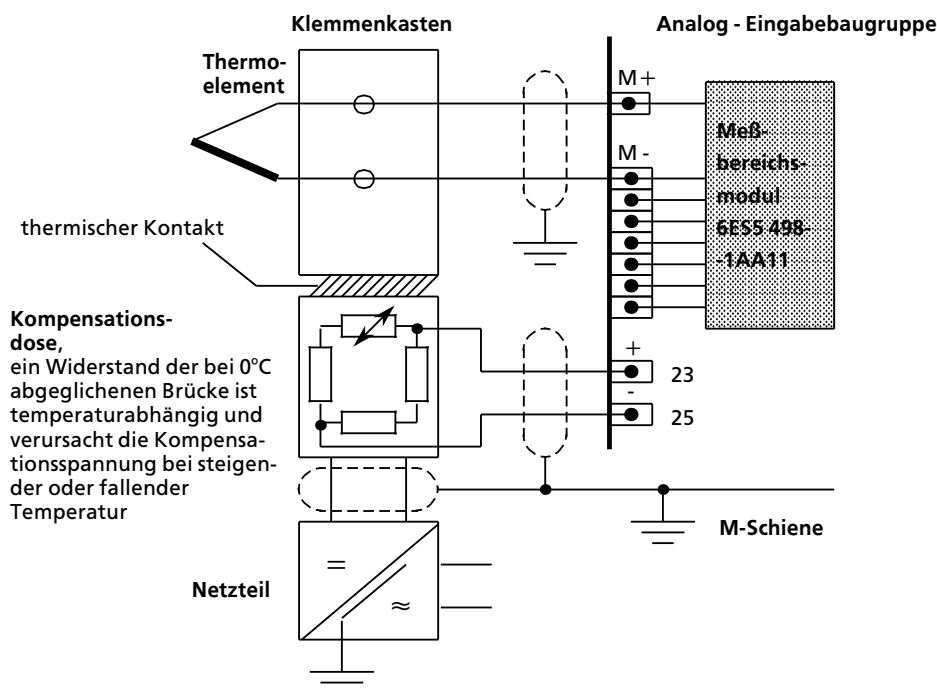

Bild 7.5 Anschluß von Thermoelementen
- Kompensationsspannung an die Stifte 23 und 25 (KOMP+ und KOMP-) der Analog-Eingabebaugruppe anlegen (Bild 7.5)